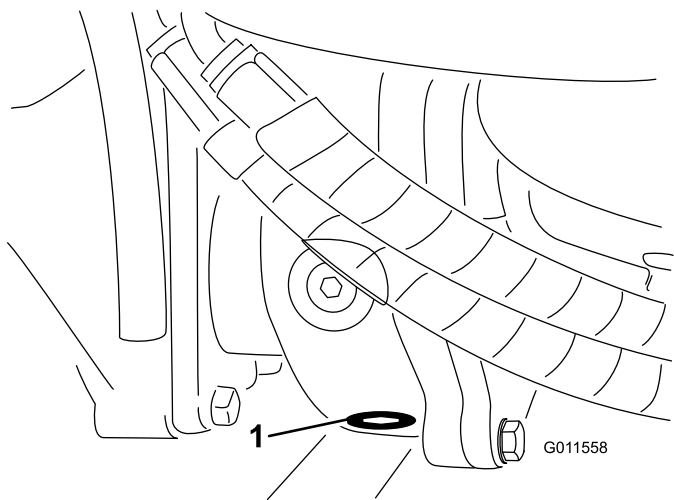

**Figura 77**
2. Limpie la zona alrededor de los tres tapones de vaciado, uno en cada extremo y uno en el centro (Figura 77).